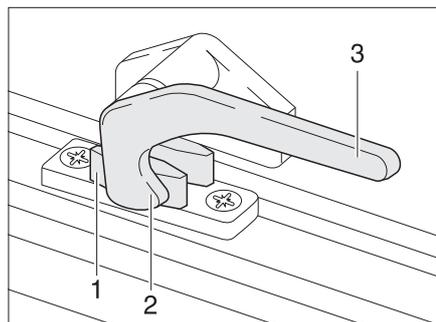

Bild 38 Verriegelungshebel in Stellung "geschlossen"
- Den Verriegelungshebel (Bild 38,3) eine viertel Umdrehung zur Fenstermitte hin drehen.
- Den Verriegelungshebel (Bild 38,3) eine viertel Umdrehung zum Fenster-rahmen hin drehen. Die Verriegelungsnase (Bild 38,2) liegt auf der Innenseite der Fensterverriegelung (Bild 38,1).
- in Stellung "fest verschlossen" (Bild 38)